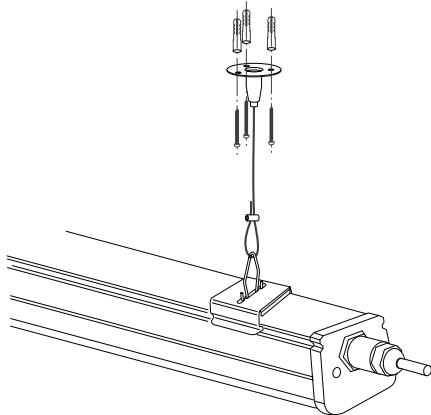

Рис. 2. Установка светильника подвесным способом
- 3.3. Для подвесного монтажа (рис. 2) закрепите на потолке цанговые зажимы для тросов (арт. 043656). Закрепите на скобе зажим для троса. Установите скобу на светильник.